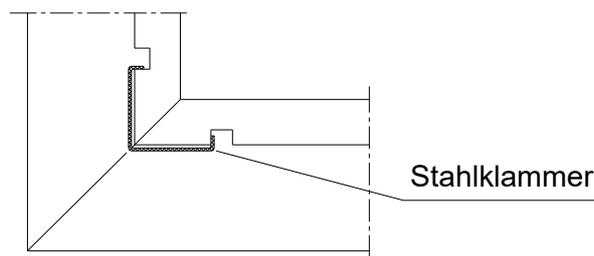

Abbildung 6: Eckverbindung mittels Stahlklammern bei der Gegenschale
- Anschließend die Stahlklammern über die Futterecke stecken und auf beiden Seiten in die dafür vorgesehene Nut schlagen (Abbildung 6)